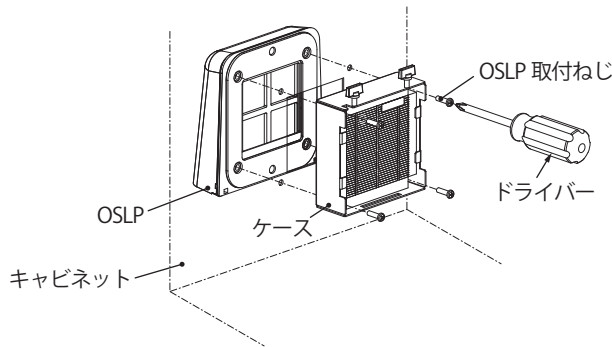

図2
2. OSLP と本製品のケースでキャビネットを挟み、OSLP の取付ねじ M4×12 にて 固定 (4 か所) してください。(図 2)